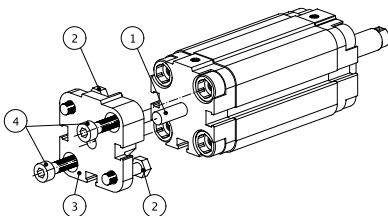

Figura 1 / Figure 1
Inserire la spina (1) nel relativo foro presente sulla testata posteriore del cilindro. Inserire le due viti a testa esagonale (2) nei fori corrispondenti alle aperture presenti sulla flangia (3). Dopo questa operazione, inserire la flangia (3) facendo accoppiare la spina (1) con il foro passante presente sulla flangia (3). Ora si possono avvitare a fondo le due viti (4) per bloccare la flangia (3) sul cilindro. A questo proposito vedere la figura 1.